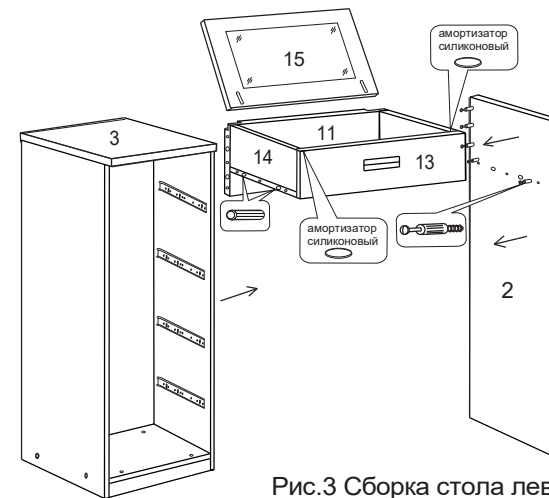

Рис.3 Сборка стола левого. (Правый собирать зеркально)
4. В торцевые отверстия (дна ниши и задней стенки) диаметром 8мм вставьте шканты (Ф-8) справа и слева (рис.3).